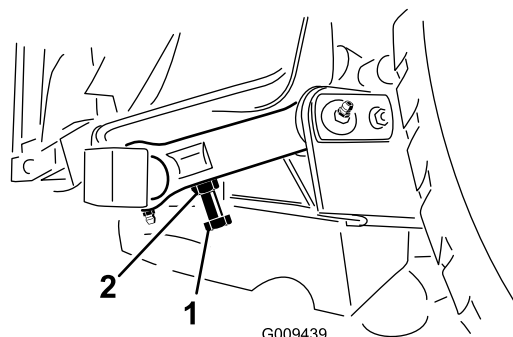

Figura 25
3. Para ajustar la distancia, localice el perno de ajuste del acoplamiento basculante trasero de la carcasa de corte (Figura 25).